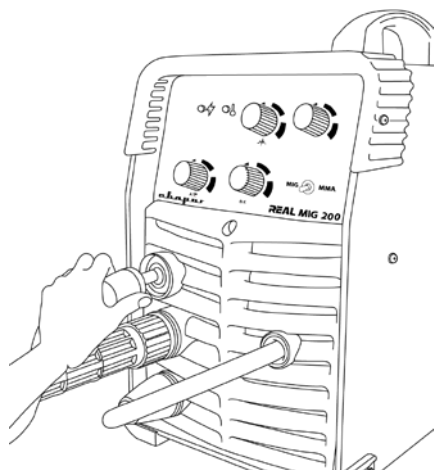

Рис. 9.5. Подключение силового наконечника клеммы заземления.
4. Вставьте силовой наконечник кабеля клеммы заземления в панельную розетку со знаком «+ или -» (в зависимости от необходимых технологических задач (См. раздел 10) на передней панели аппарата, поверните его до упора по часовой стрелке, убедитесь в плотной фиксации соединения (См. рис. 9.5). Закрепите клемму заземления на заготовке.